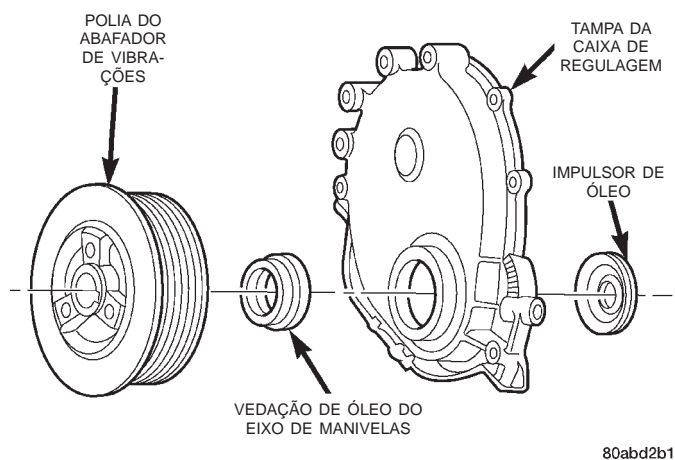

Fig. 42 Componentes da Tampa da caixa de Regulagem
(4) Remova o conjunto do ventilador e cubo e remova o defletor de ar do ventilador.
(5) Remova o compressor do A/C (se equipado) e o conjunto do suporte do gerador do cabeçote de cilindros do motor e mova para um lado.
(6) Remova o abafador de vibração (Fig. 42).
(7) Remova os parafuso do cárter de óleo à tampa da caixa de regulagem e os parafusos da tampa da caixa de regulagem ao bloco de cilindros.
(8) Remova a gaxeta e a tampa da caixa de regulagem do motor.
(9) Separe a vedação de óleo do eixo de manivelas da parte dianteira da tampa da caixa de regulagem. (Fig. 42).